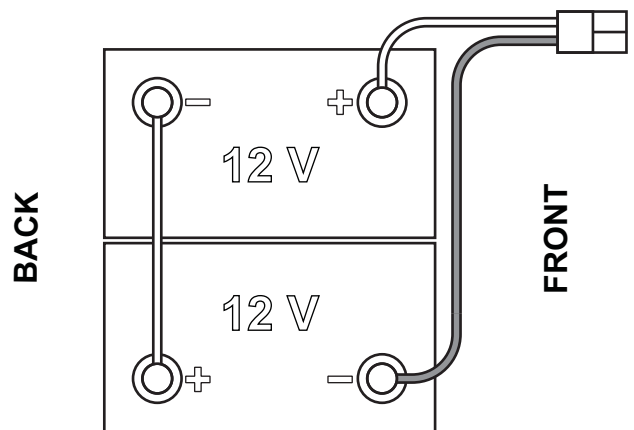

Figura 1
La máquina necesita de 2 baterías de 12 V, conectadas según el esquema que se indica en la Figura 1.
1. Quitar la llave usuario (52).
2. Desconectar el conector de las baterías pulsando el pulsador de emergencia (5).
3. Levantar la tapa (18) y controlar que el depósito del agua de recuperación (17) esté vacío, si no vaciarlo mediante el tubo de descarga (26).
4. Cerrar la tapa (18).
5. Empuñar la manilla (35) y levantar el conjunto depósito del agua de recuperación (17) con cuidado.
8. Colocar e instalar los cables de las baterías como se indica en el esquema de la Figura 1, luego apretar con atención el dado sobre cada borne de las baterías.
9. Colocar la tapa de protección encima de cada borne, luego conectar el conector de las baterías (6).
10. Soltar la barra de soporte (36), luego empuñar la manilla (35) y levantar el conjunto depósito del agua de recuperación (17) con cuidado.